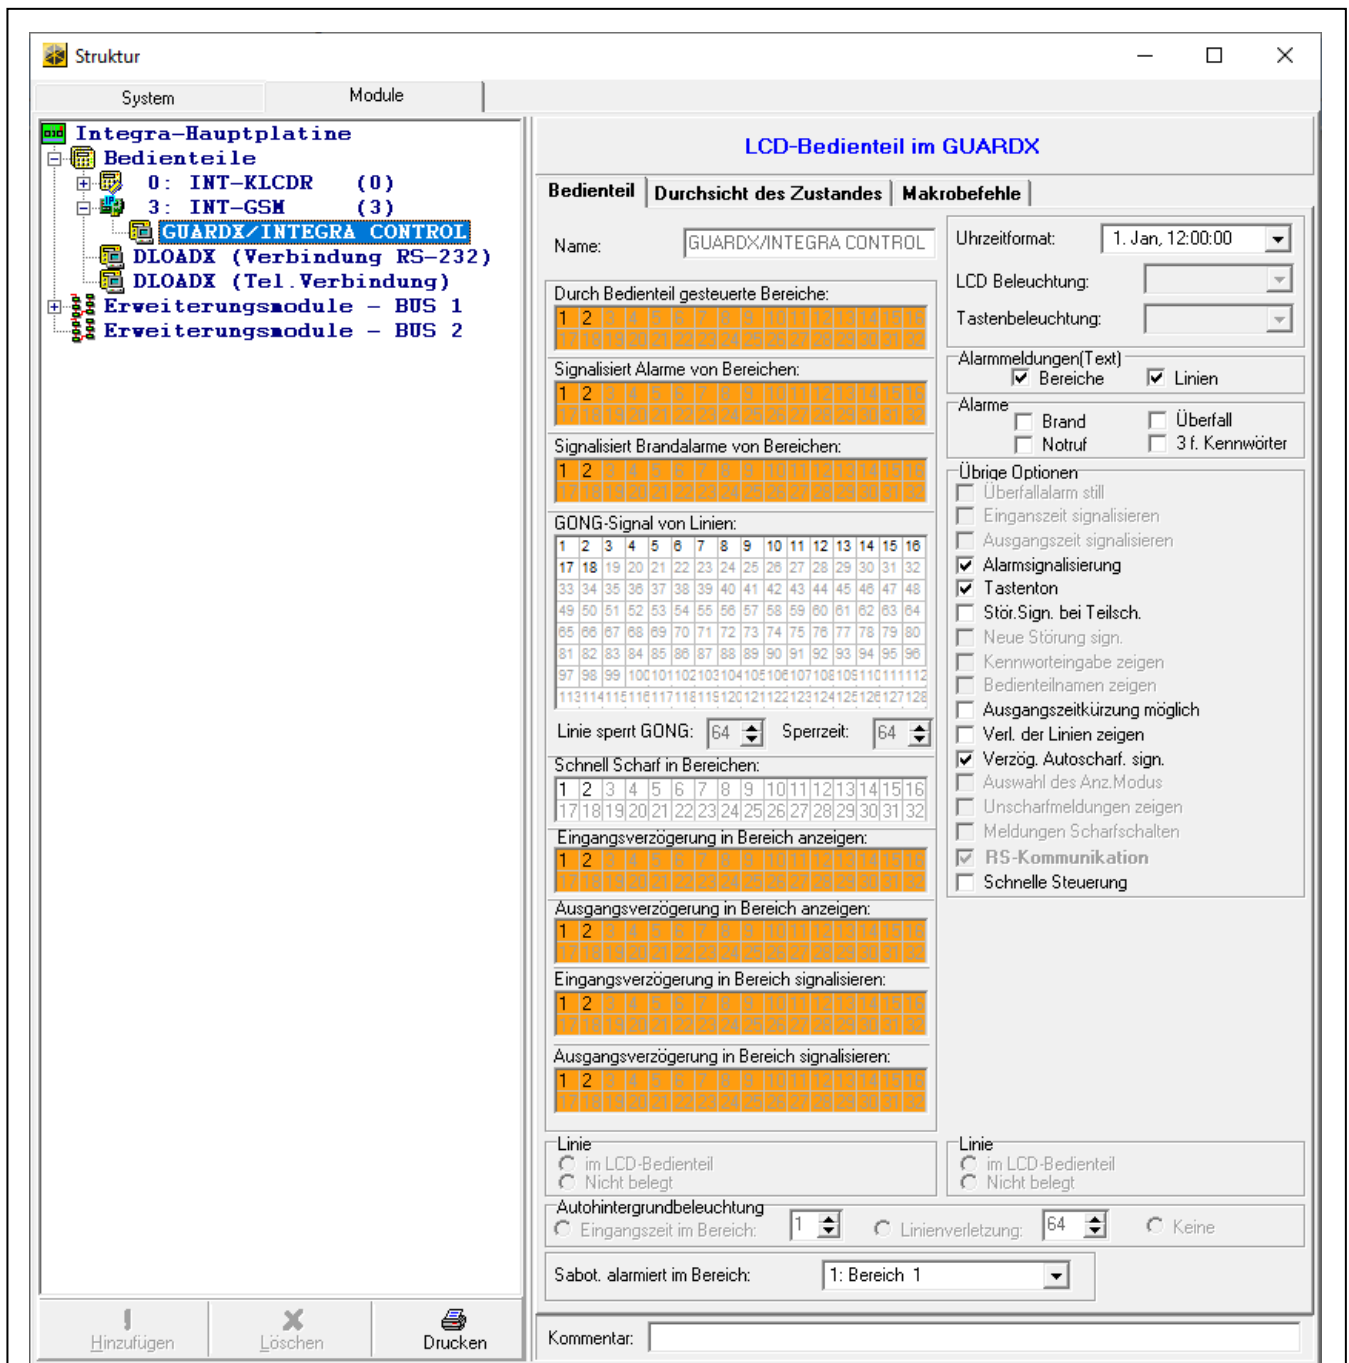

Abb. 17. Programm DLOADX: Parameter und Optionen des virtuellen Bedienteils, das im Programm GUARDX oder Mobilgerät verfügbar ist.
- vom Programm DLOADX aus: Fenster „Struktur“ → Registerkarte „Module“ → Zweig „Bedienteile“ → [Modulname] → Zweig „GUARDX/INTEGRA CONTROL“ (Abb. 17),